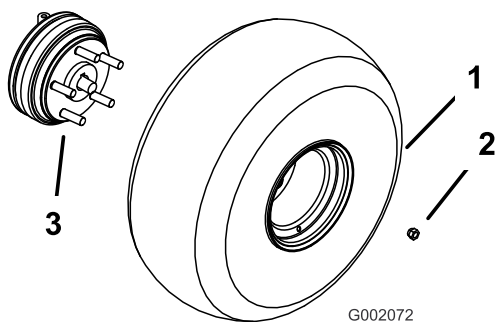

Figure 3
- Montez les roues avec les fixations retirées précédemment (Figure 3) et serrez-les à 61-88 Nm.